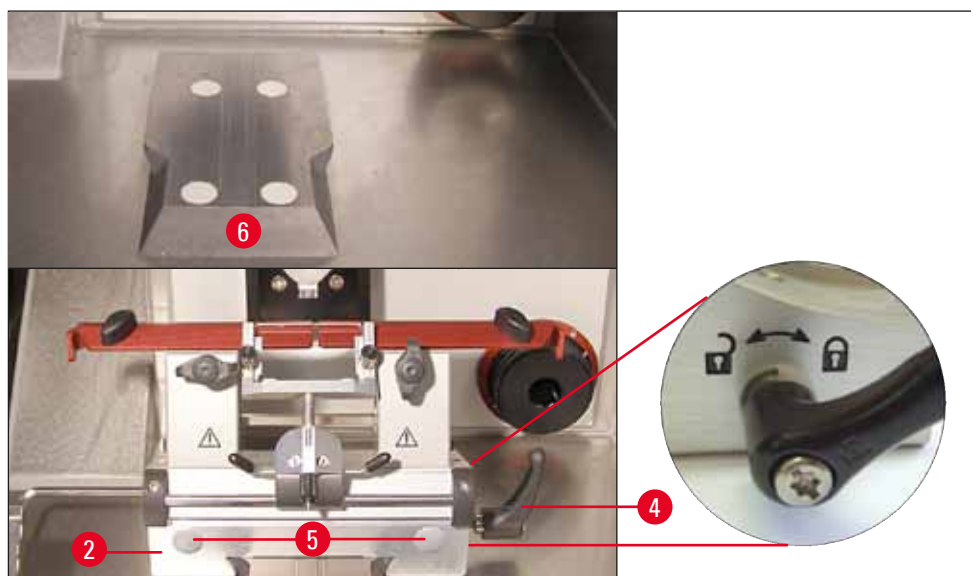

Fig. 25
- Skub kniv-/klingeholderbasen (→ Fig. 25-2) forfra over på svalehaleføringen (→ Fig. 25-6), og spænd med spændearmen (→ Fig. 25-4). Bevæg spændearmen med uret (i retning af symbolet "låst hængelås") på højre side af klinge-/knivholderbasen (se detalje, (→ Fig. 25)). Hvis basen skal forskydes, skal klemmen kun åbnes lidt for at forhindre, at den ikke glider ned i retning af objektovedet! Bevæg spændearmen mod uret (i retning af symbolet "åben hængelås") på højre side af klinge-/knivholderbasen (se detalje (→ Fig. 25)).